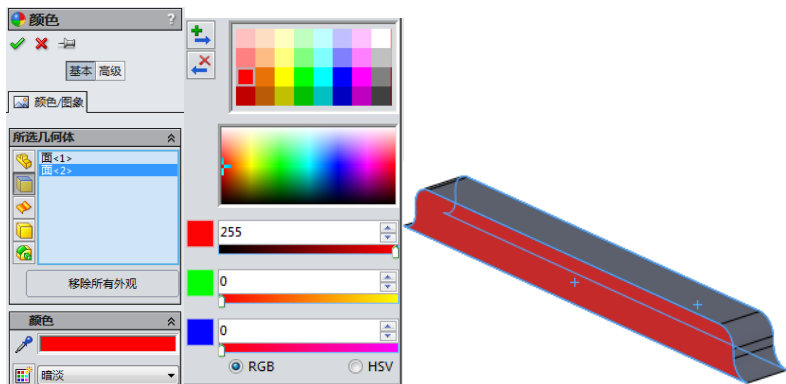

图 10-52 更改成形工具表面颜色
⑨更改成形工具切穿部位的颜色。在生成成形工具时，需要切穿的部位要将其颜色更改为红色。拾取成形工具的两个侧面，单击“标准”工具栏中的“编辑外观”按钮，弹出“颜色”属性管理器，选择“红色”RGB 标准颜色，即 R=255，G=0，B=0，其他设置默认，如图 10-52 所示，单击“确定”按钮.